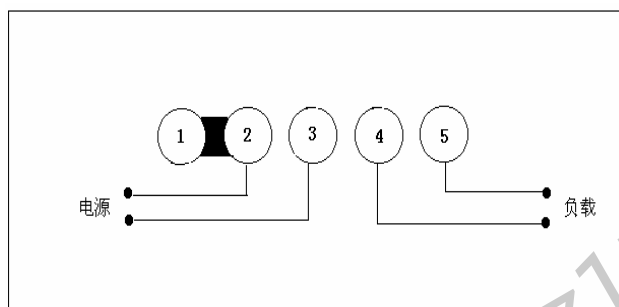

图 9 直接测量负载接线图
端子 1 和 2 用短路片短路（出厂时已短路），将端子 2 和 3 接到给负载供电的电源，将端子 4 和 5 接负载(见图 9)，这样仪表可以测负载的电参数。
1. 交流测试接线图：与 8716B 完全一致。见图 9。